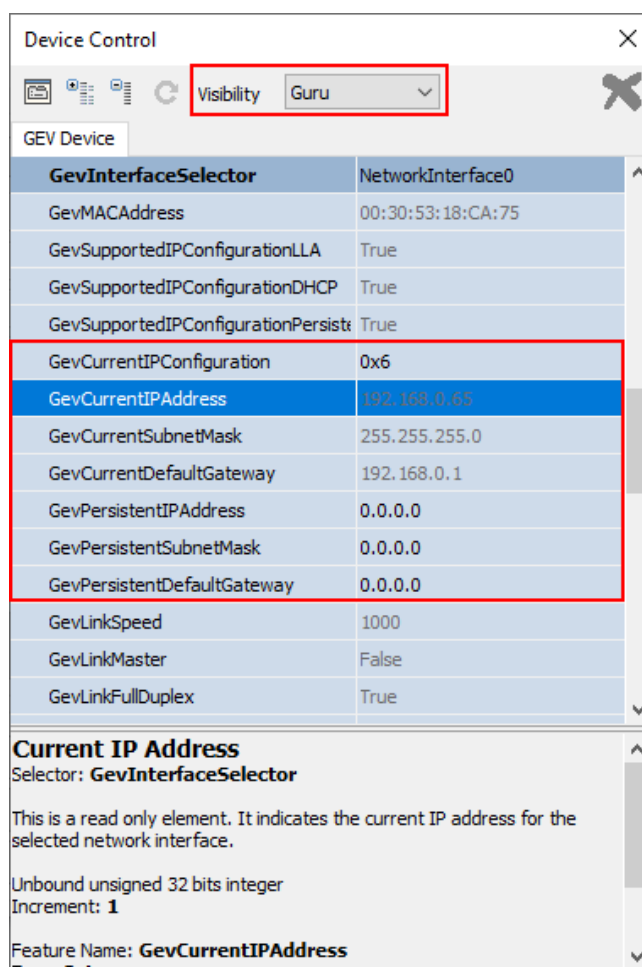

Abbildung 121: Fenster der Gerätesteuerung
4. Rollen Sie hinunter, um die Eigenschaft **GevCurrentIPConfiguration** als Beginn der IP-Konfigurations-Eigenschaften zu sehen (Abbildung 121).